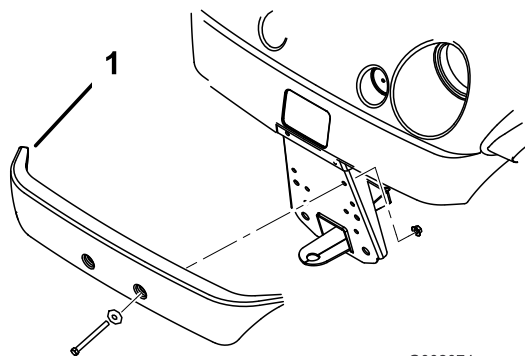

Figure 5
- Alignez les trous de montage et assujettissez le pare-chocs au châssis à l'aide des fixations retirées précédemment (Figure 5).